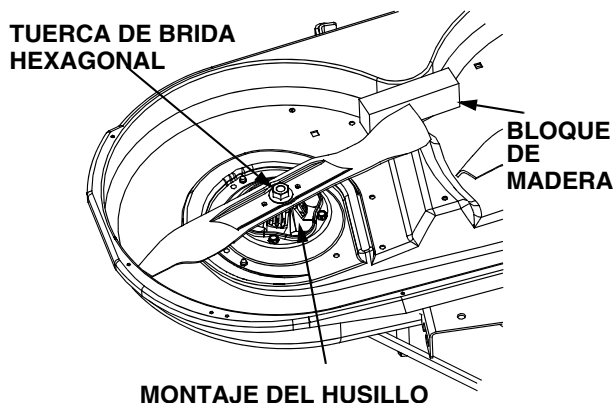

Figura 41
- Use una llave de 15/16 pulgadas para sostener la tuerca hexagonal en la parte superior del conjunto del husillo cuando afloje la tuerca hexagonal que fija la cuchilla. Se puede colocar un bloque de madera entre el alojamiento de la plataforma y el borde de corte de la cuchilla para ayudar a aflojar la tuerca hexagonal que fija la cuchilla. Vea Figura 41.